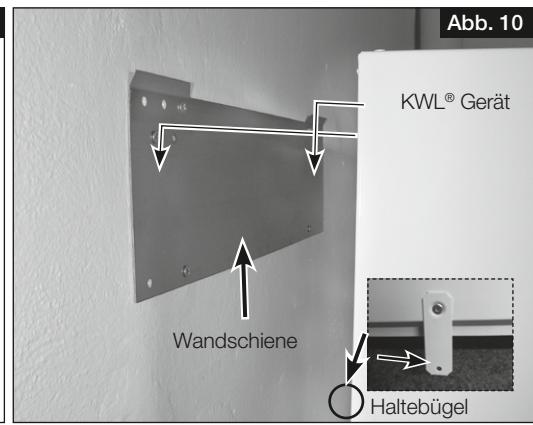

Abb. 10
- 3. Gerät an den Haltetaschen in die Wandschiene einhängen und mittels unteren Haltebügel zusätzlich an der Wand fixieren (s. Abb. 10).